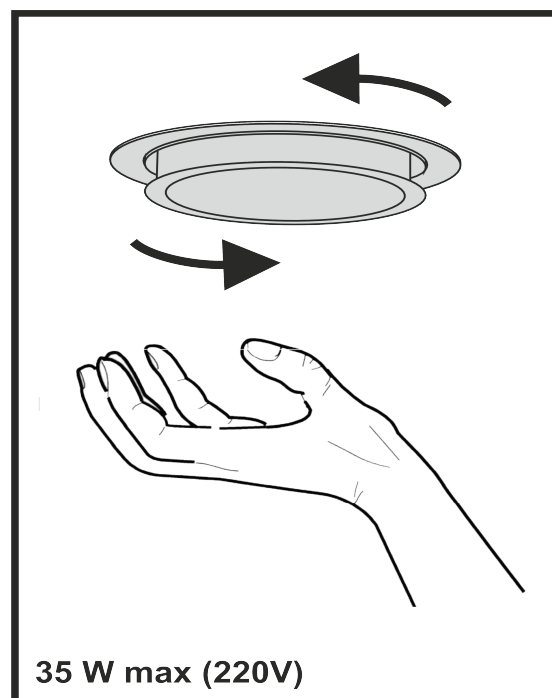

Рис.8
8.9 На вытяжке установлении галогенные лампы подсветки рабочей зоны плиты. Перед началом замены ламп освещения необходимо отключить вытяжку от электросети, дать возможность охладят лампам. Для замены лампы необходимо снять фильтры, отжать держателя патрона на себя, чтобы лампа вышла из корпуса вытяжки, удерживая держателя патрона, слегка надавит на лампу у направлении патрона и, повернул ее против часовой стрелки, вынуть (**рис.8**). Вместо нее необходимо установит новую с теми же характеристиками и установит фильтры.